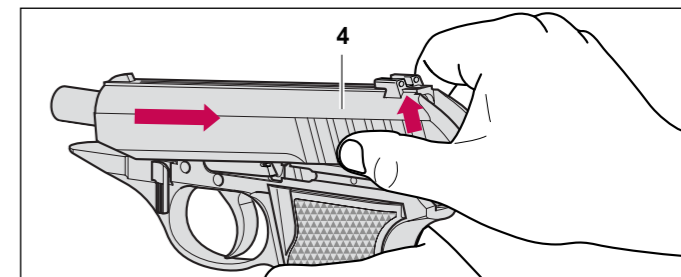

Fig. 13
3. Estirar la corredera 4 hacia atrás hasta el tope, elevarla por la parte trasera y acompañarla hacia delante (Fig. 13).